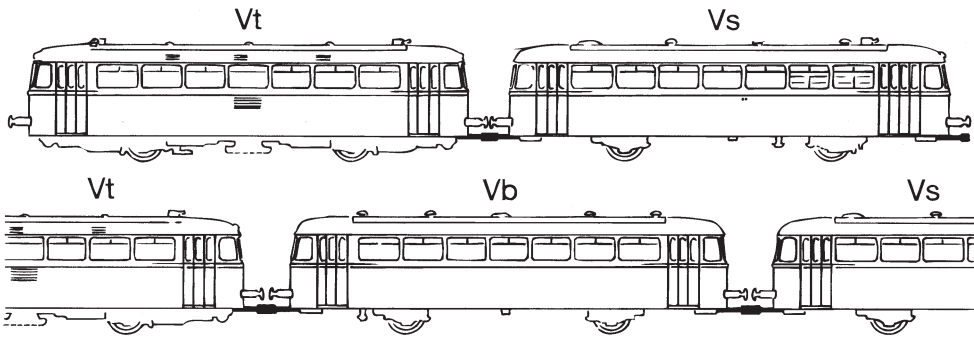
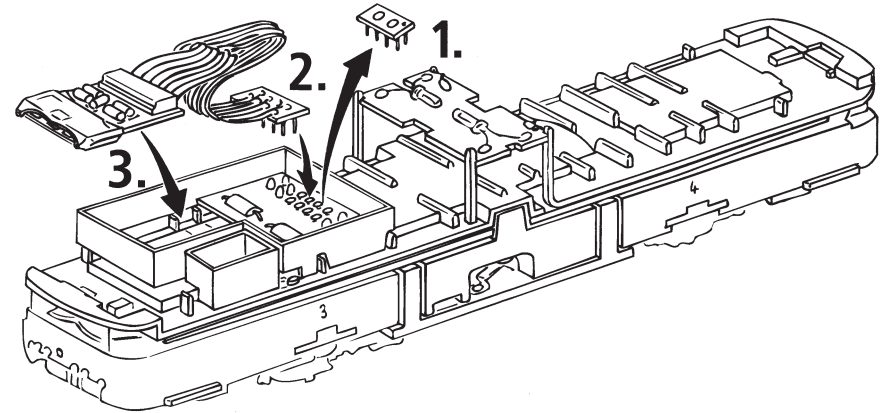

Fig. 3
Fig. 5
1. Reinigung der Radstromkontakte: Radstromkontakte können auf unsauberen Schienen leicht verschmutzen. Bitte **entfernen Sie vorsichtig** mit einem kleinen Pinsel **den Schmutz** an den in Fig. 6 gekennzeichneten Stellen. Dazu bitte zuerst das Gehäuse abnehmen (Fig. 3).
2. Schmierung: Versehen Sie die im Schmierplan in Fig. 5 gekennzeichneten Stellen mit nur **kleinen Öltropfen**. Dazu zuerst das Gehäuse abnehmen (Fig. 3). Zur Schmierung der Getriebeteile (Zahnräder, Schnecke) empfehlen wir das **ROCO-Spezialfett 10905**. Im Falle der Schmierung diese Teile bitte nicht ölen.
3. Lämpchenwechsel: Bitte nehmen Sie zuerst das Gehäuse ab (Fig. 3). Danach können Sie die **Lämpchen** wechseln (Fig. 7).
4. Kohlebürstenwechsel: Gehäuse abnehmen (Fig. 3). Danach wird der **Motor ausgebaut** und die **Kohlebürsten ausgewechselt** (Fig. 5).
1. Nettoyage des lames de contact aux roues: Les lames de contact risquent de s'encrasser rapidement sur des voies poussiéreuses. Veuillez **enlever la poussière** aux endroits marqués à la fig. 6 à l'aide d'un petit pinceau souple après avoir démonté la caisse de la locomotive (fig. 3).
2. Graissage: N'appliquez **qu'une toute petite goutte** aux endroits indiqués par le plan de graissage (fig. 5) après avoir démonté la caisse de la locomotive (fig. 3). Nous vous recommandons le **graisseur à huile ROCO réf. 10906**. Pour graisser les engrenages (roues dentées, vis sans fin) nous vous conseillons la **graisse spéciale Roco réf. 10905** pour engrenages en matières synthétiques. Lorsque vous utilisez cette graisse il faut éviter d'huiler ces composants.
3. Remplacement des ampoules: Veuillez démonter d'abord la caisse de votre locomotive (fig. 3), puis vous pouvez **échanger les ampoules** (voir fig. 7).
4. Remplacement des balais du moteur: Démontez la caisse (voir fig. 3). Démontez ensuite le moteur et échangez le balais (fig. 5).
1. Cleaning of wheel contacts: Wheel contacts easily get dirty on tracks which are not entirely clean. Use a small brush to **remove dirt** from spots marked in fig. 6. Prior to remove the loco body (fig. 3).
2. Lubrication: Apply **tiny oil drops** to spots marked in fig. 5. Prior to lubrication dismantle locomotive (fig. 5). We recommend using item no **10906, Roco oiler**. For lubrication the gear-parts (e.g. cog-wheels, worm) we would recommend our Roco **special grease** (item No. **10905**).
3. Change of lights: First remove loco body (fig. 3) and then change **lights**. (fig. 7).
4. Carbon Brush Changing: First **remove** loco body (fig. 3), and then the **motor** (fig. 5).